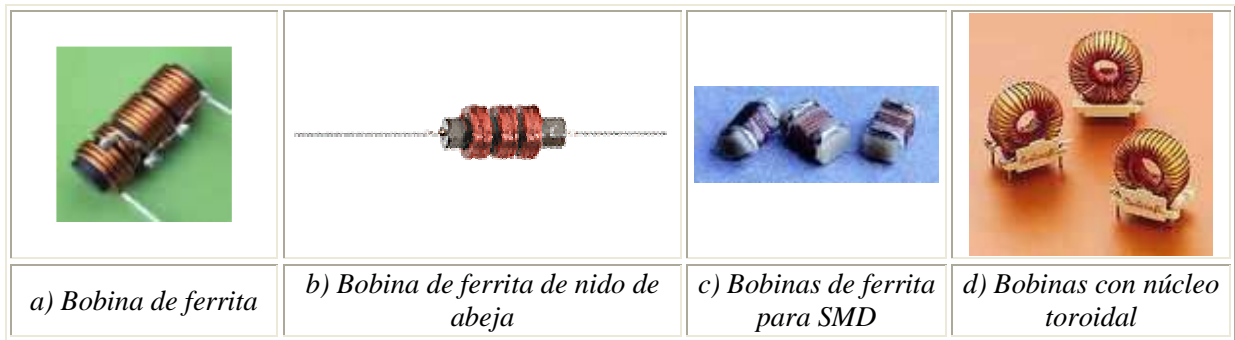

Figura 2.14. Bobinas con núcleo sólido.
**Con núcleo sólido.** Poseen valores de inductancia más altos que los anteriores debido a su nivel elevado de permeabilidad magnética. El núcleo suele ser de un material ferromagnético, figura 2.14. Los más usados son la ferrita y el ferroxcube.